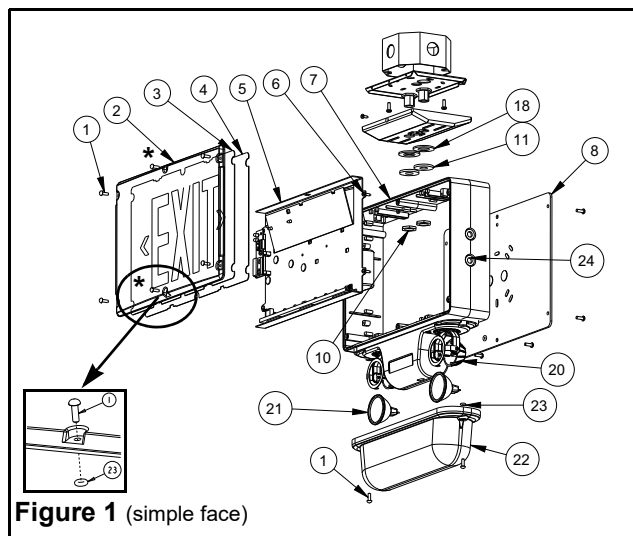
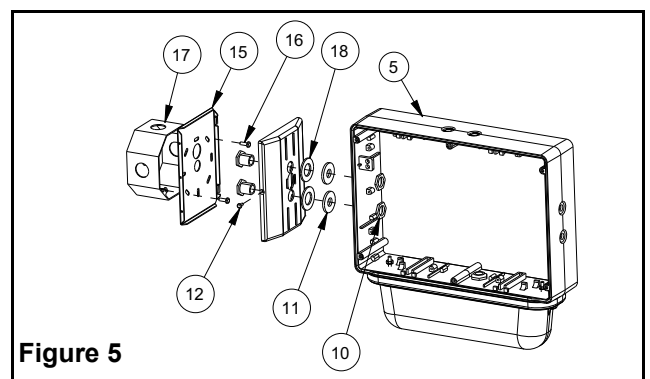

Figure 1 (simple face)
Figure 5
- e. S'assurer que la vis de retenue est accessible (voir fig. 1&2, pièce n° 12). Utiliser les vis de la boîte de jonction pour fixer la plaque arrière du pavillon à la boîte de jonction.
- h. Déterminez les trous du cadre qui serviront au montage (voir fig. 1,2 et 5). Soutenir le cadre à l'aide de deux blocs de bois espacés à un pouce maximum. Enlever les trous défonçables en frappant d'un coup sec à l'aide d'un marteau et d'un tournevis. Enlever toute bavure dans les trous afin de permettre un bon contact avec le raccord fileté. Note: le montage en bout (voir fig. 5), bien qu'étanche à l'eau, n'est pas certifié Nema 4X.
- i. Visser le pavillon au cadre à l'aide du raccord fileté. S'assurer que les joints d'étanchéités sont bien placés entre le pavillon et le cadre, et que les écrous soient à l'intérieur du cadre (voir fig. 5).